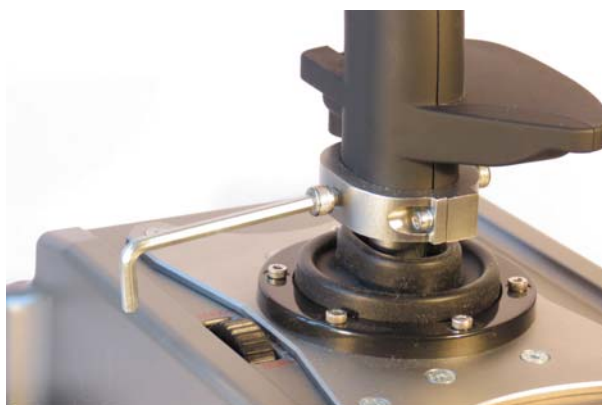

Рис. 4.6.
6. Используя шестигранники, вверните винты крепления хомута и центрирующие винты, не затягивая их (рис. 4.6).